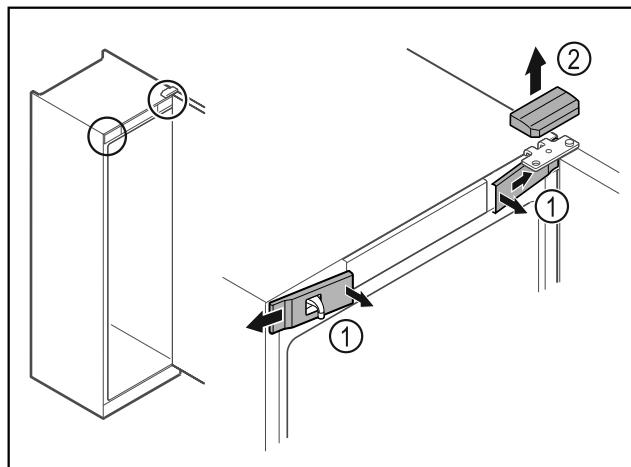

Fig. 2
- Desencajar las cubiertas delanteras *Fig. 2 (1)* del interior y dejarlas a un lado.
- Retirar hacia arriba la cubierta superior *Fig. 2 (2)*.